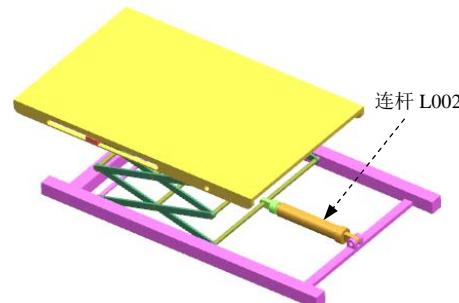

图 10.5.3 定义连杆 L002
(2) 定义连杆 L002。选取图 10.5.3 所示的部件为连杆 L002，在“连杆”对话框中单击 应用 按钮。